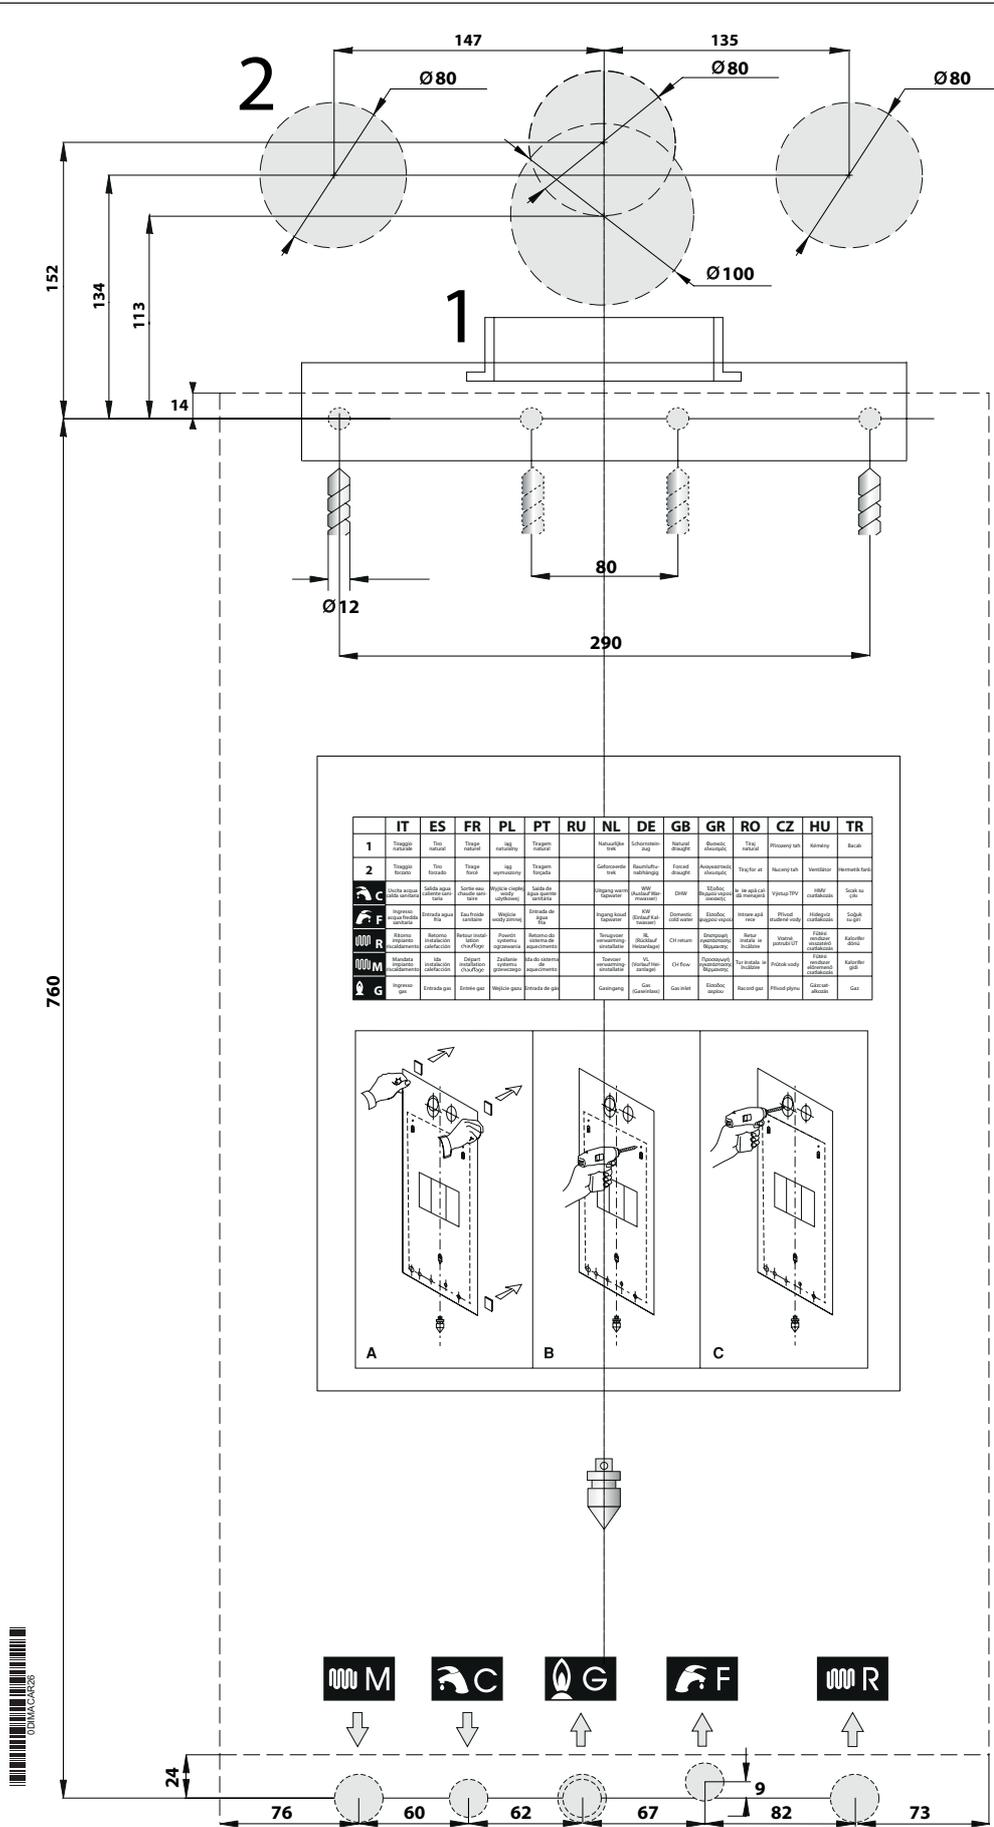

Рис. 9 Шаблон из картона
- » монтажный бумажный шаблон для настенного котла (смотри Рис. 9 Шаблон из картона).
Каждый котел снабжен специальным шаблоном из картона (смотри Рис. 9 Шаблон из картона).